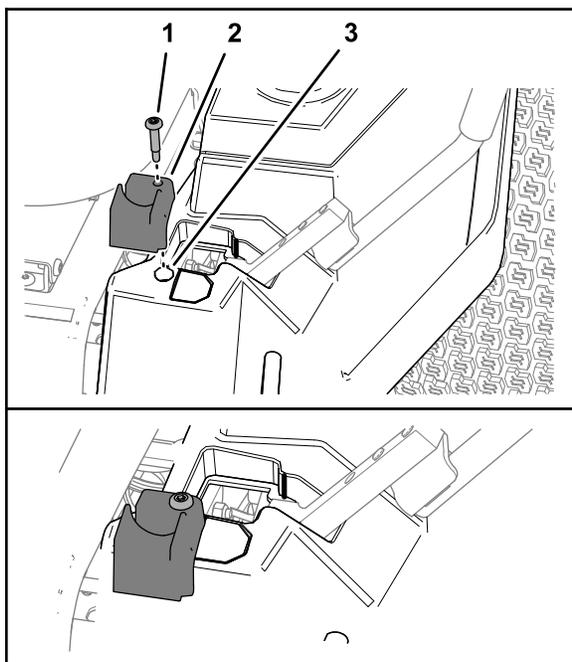

Figura 15
2. Allineate il fermo della stegola al guscio sinistro come mostrato nella Figura 15.
3. Fissate il fermo al guscio (Figura 15) con la vite di spallamento ($\frac{1}{4}$ " x $1\frac{5}{8}$ ").